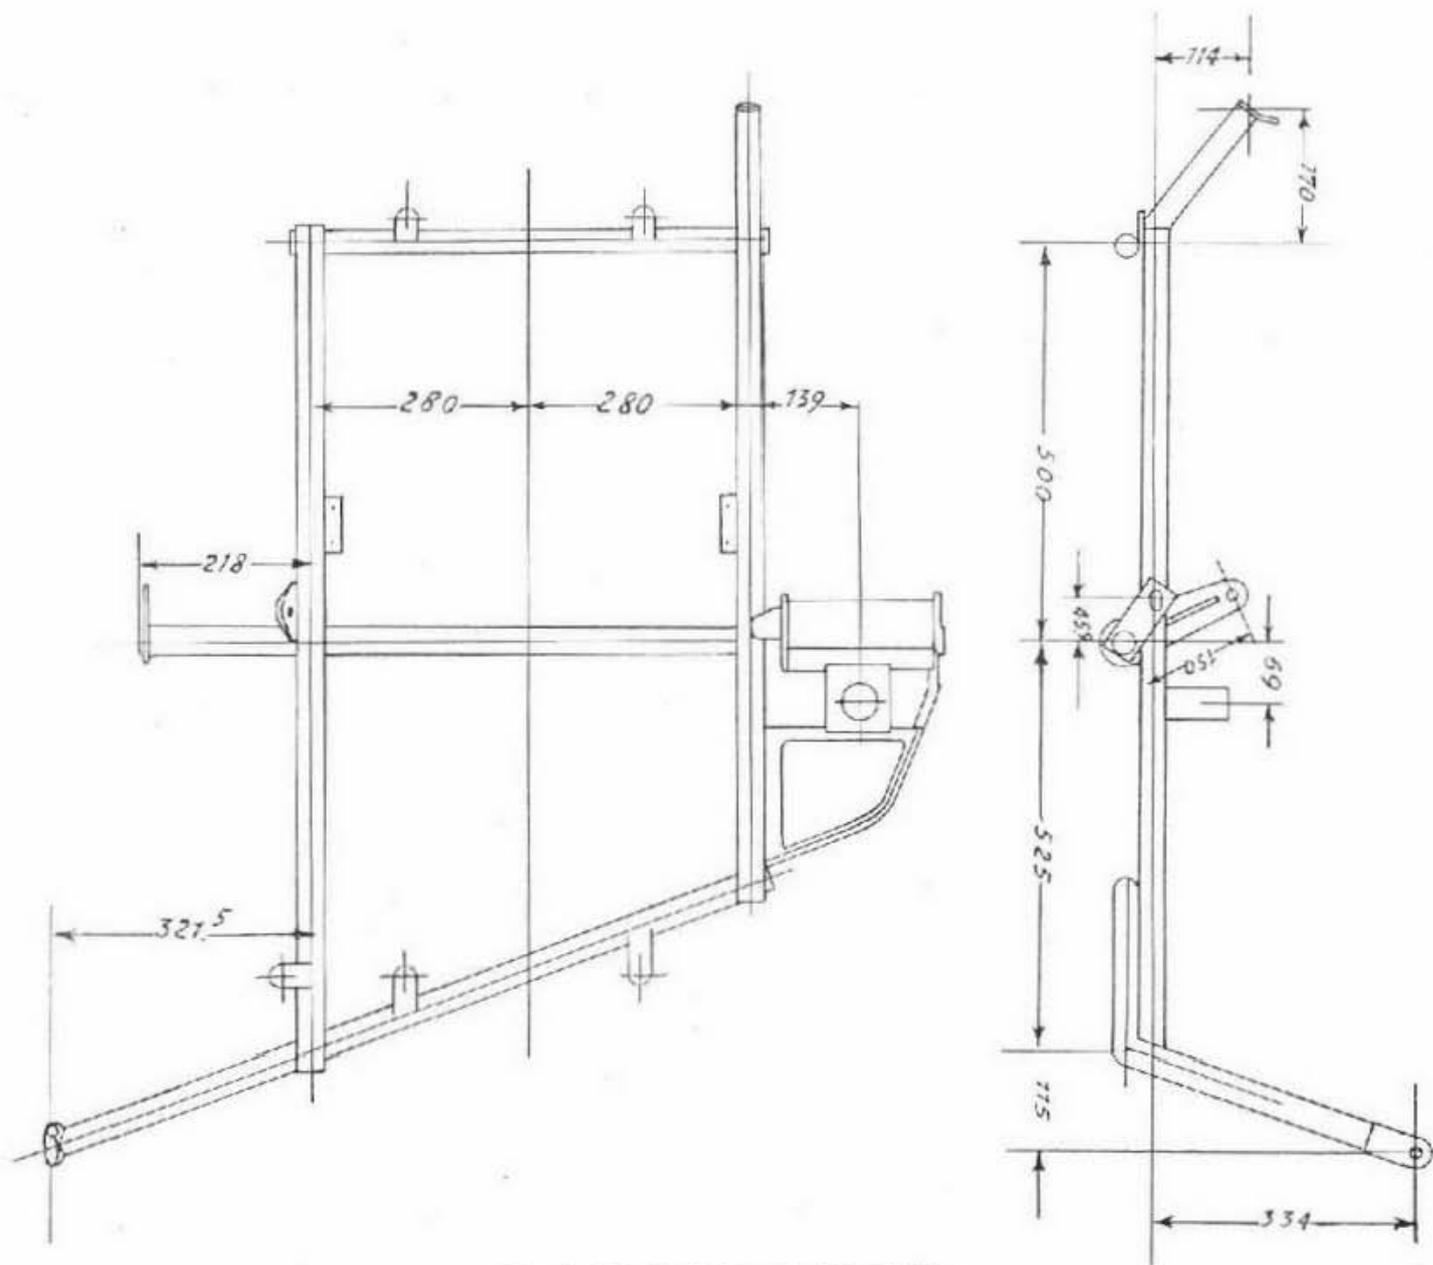

Fig. 8 - Principali dimensioni del telaio
del telaio. Montare poi il braccio fissandolo coi bulloni 15 e 17. Comporre nell'ordine retro descritto il braccio di collegamento in (D) regolando la lunghezza in modo tale che la moto rimanga in posizione verticale (e non pendente verso il carrozino). Montare poi il detto braccio collegamento. L'occhio del pezzo 31 va incastrato entro le orecchie del dado 36 e fra le due orecchie del pezzo 32 va ad incastrarsi l'orecchia (D) (fig. 8) del telaio del carrozino. Fare la giunzione coi bulloni 37 e 34. Dado 38 indietro dado 35 in basso.